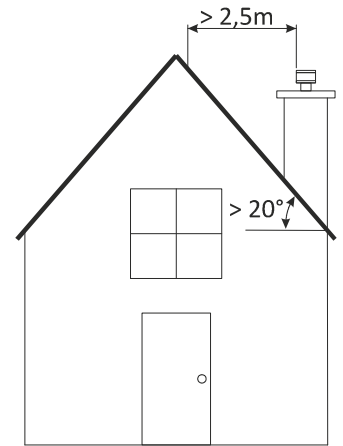

Figura 10
- A parte superior da chaminé deve passar no mínimo um metro por cima da parte mais alta (topo) do telhado. Esta exigência é contornável no caso de telhado com inclinação superior a 20°, se o topo da chaminé se encontrar a uma distância horizontal ao topo do telhado superior a 2,5 metros, como exibido na *figura 10*.